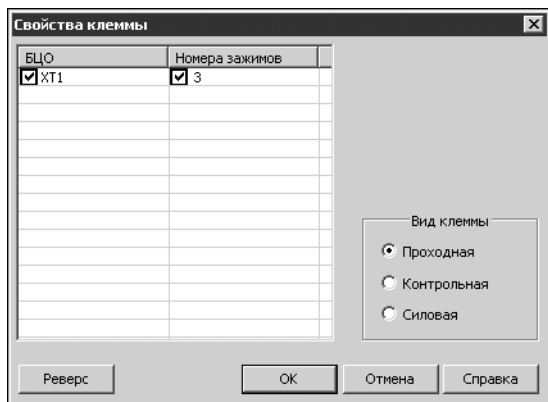

Рис. 9.13. Диалог **Свойства клеммы**
1. Дважды щелкните мышью на символе клеммы. На экране откроется диалог **Свойства клеммы** (рис. 9.13). В нем отображается таблица, которая содержит БЦО клеммы и но-